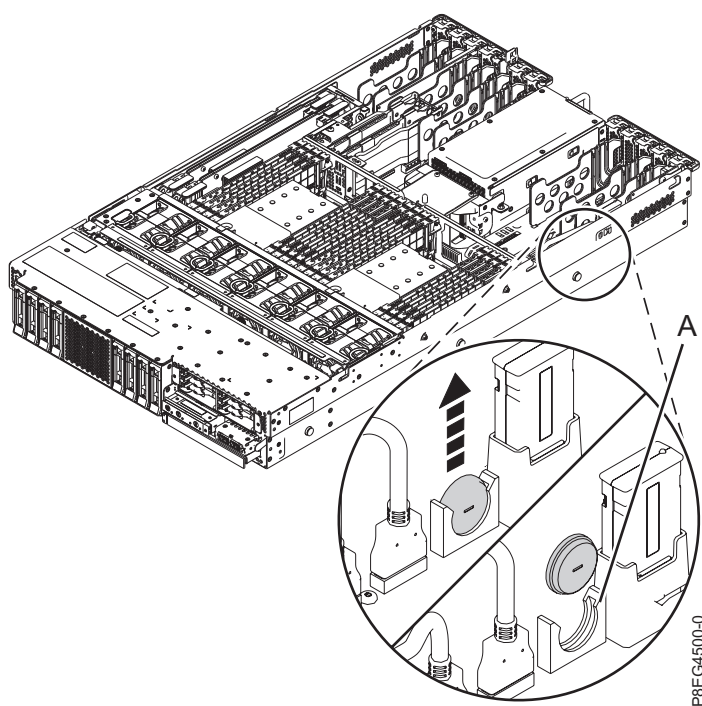

図 1. 時刻バッテリーの取り外し
2. 5 ページの図 1 に示すように、時刻バッテリーをシステム・バックプレーン上の対応するスロット (A) から取り外します。必ずバッテリーの極性の方向を記録して、後で同じ向きに挿入できるようにしてください。